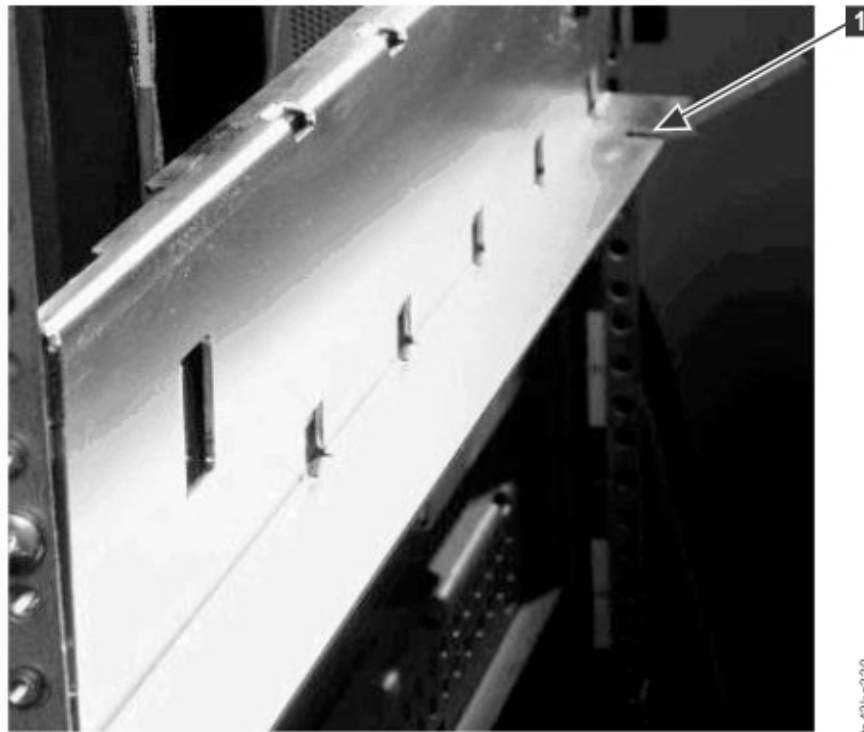

Figura 42. Orificio para la patilla de alineación
- a. Mueva la palanca de alineación de la parte superior del par de módulos a la posición de bloqueo o encaje. Si se encuentra resistencia, ajuste la posición del módulo superior para que el pin del mecanismo de alineación se mueva al orificio de acoplamiento en el módulo inferior. Si sigue encontrando resistencia, compruebe si los rieles del bastidor están instalados correctamente. Compruebe que el orificio para la patilla de alineación está en el riel izquierdo (mirando desde la parte frontal) hacia la parte posterior del bastidor. Véase 1 en Figura 42 en la página 54.